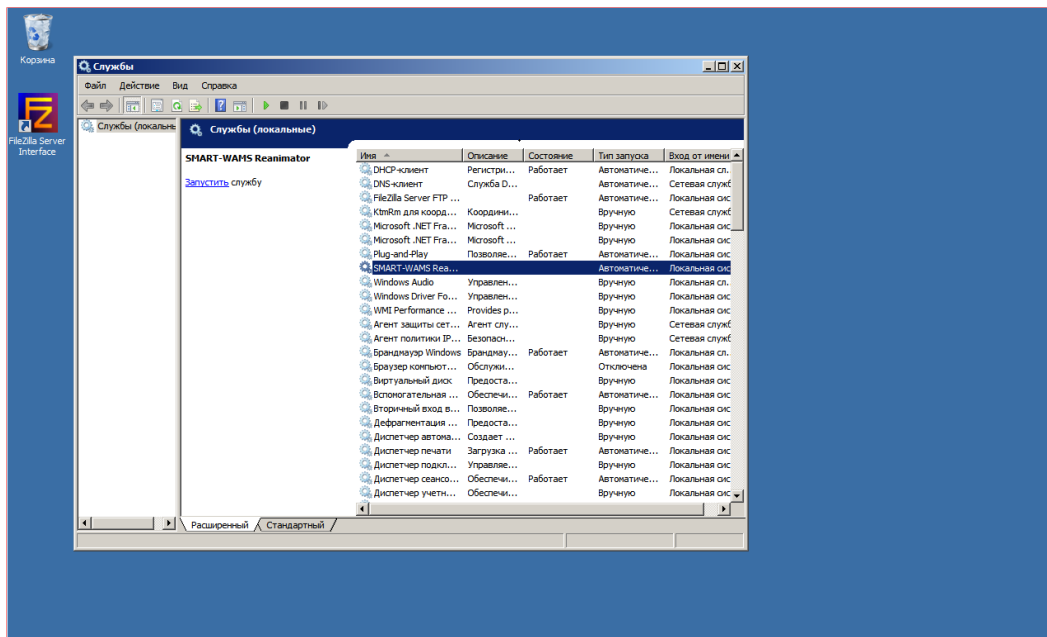

Рисунок 11. Автозапуск Реаниматора
- В меню «Пуск», «Службы» выбрать службу «SMART-WAMS Reanimator_(RTSoft)» (Рисунок 11), открыть свойства, выставить тип запуска – Автоматический (отложенный запуск). Запустить службу «SMART-WAMS Reanimator_(RTSoft)». При этом на рабочем столе и в трее должны появиться все необходимые приложения SmWams.